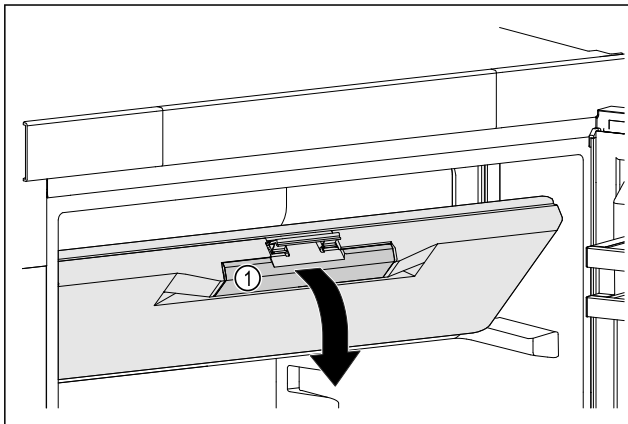

Fig. 28
- ▶ Gefrierfachtür an der Griffmulde Fig. 28 (1) anfassen.